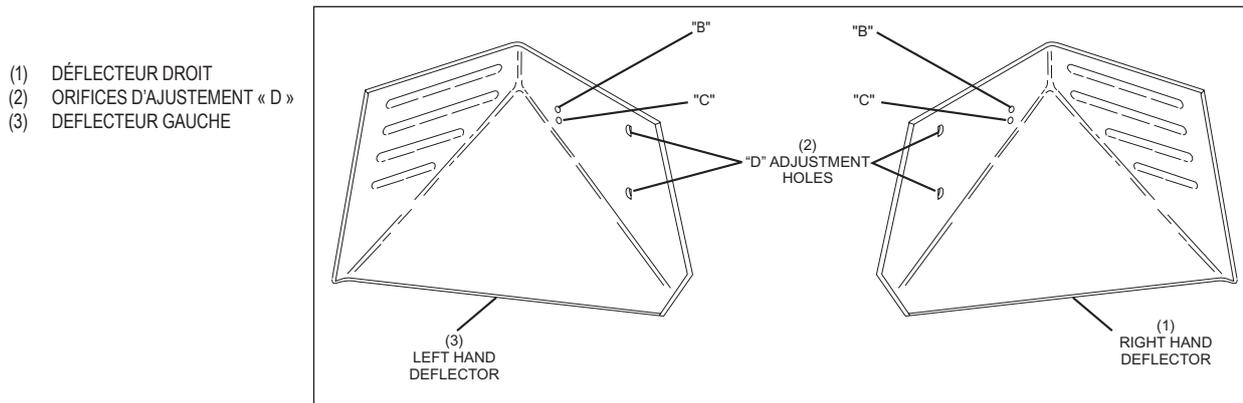

Figure 5-17. Orifices de montage du déflecteur droit.
- a. Le déflecteur d'entraînement de quilles droit possède un orifice de montage supplémentaire pour le positionnement correct du déflecteur sur la piste paire ou impaire. L'orifice du haut « B » est utilisé quand le déflecteur est installé sur le déposeur de piste impair. L'orifice du bas « C » est utilisé quand le déflecteur est installé sur le déposeur de piste pair. Reportez-vous à la *Figure 5-17*